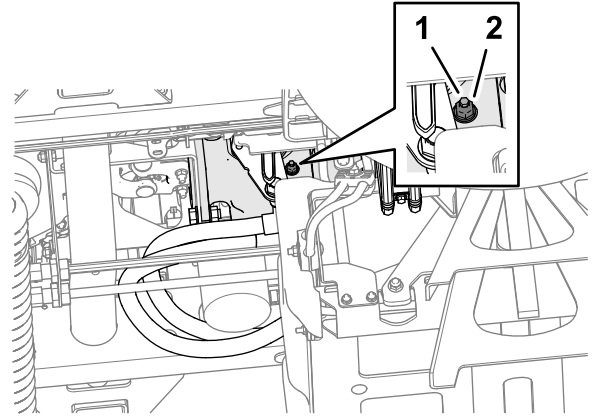

Figura 105
3. Din partea inferioară a mainii și din partea dreaptă a pompei de traciune, slăbiți contrapiulia care fixează urubul de reglare pentru revenirea în poziția neutră (Figura 105).